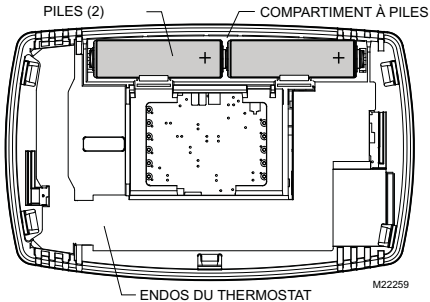

Fig. 22. Installation des batteries.
- Insérer des piles alcalines AA à l'arrière du thermostat tel qu'indiqué. Voir Fig. 22.